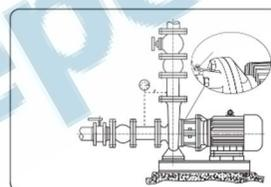

Рисунок 2
6.5 Процедура запуска: не запускайте насос, пока он не будет заполнен жидкостью и не будет удален воздух. Если насос работает всухую, подшипники насоса и уплотнение вала могут быть повреждены. Во время запуска удалите воздух из насоса, ослабить винт вентиляционного отверстия в опоре двигателя, пока из вентиляционного отверстия не начнет выходить равномерная струя жидкости (см. рис. 2))